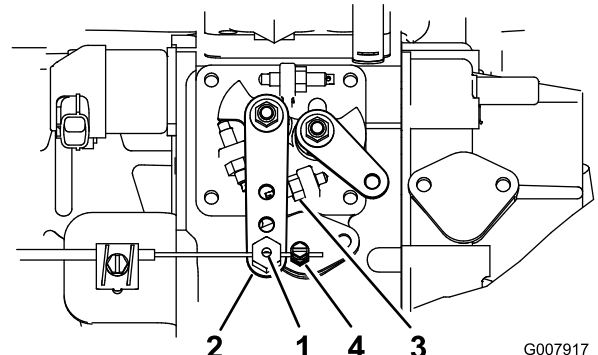

Bild 42
2. Lockern Sie den Anschluss des Gaszugs neben dem Hebel der Einspritzpumpe (Bild 42).
3. Halten Sie den Hebel der Einspritzpumpe gegen den Anschlag für den hohen Leerlauf (Bild 42).